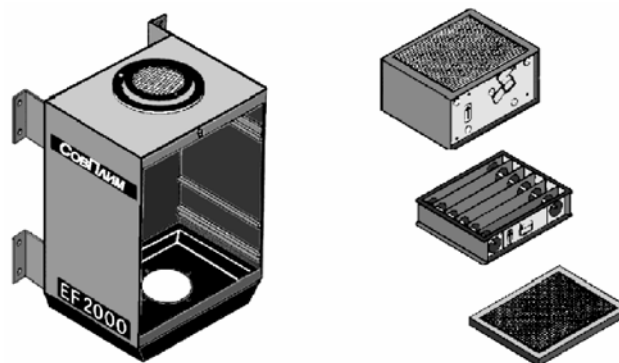

Рис. 8.2
- 8.2. Извлеките осадительную и ионизационную кассету, предварительный фильтр и угольный фильтр (там, где он устанавливается) (см. рис. 8.2).
- 9.4. Протрите сухой ветошью внутренние поверхности корпуса фильтра и особенно пластин изоляторов с подпружиненными контактами (см. рис. 8.2). При очистке легких загрязнений кассет продуйте их сжатым воздухом или промойте слабой струей воды.